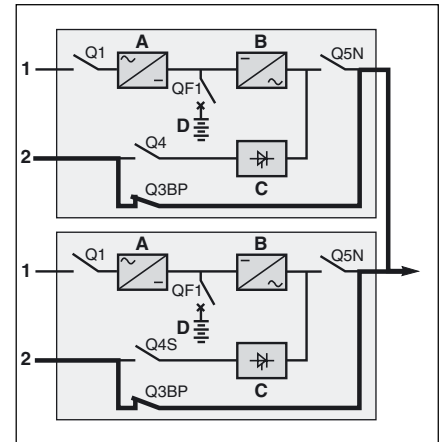

Abb. 28
► "Freischaltung aller USV-Blöcke (siehe Abb. 28)